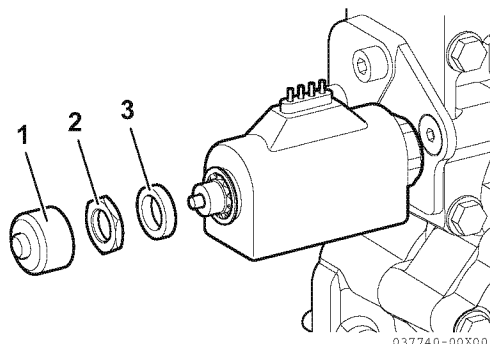

Figura 11
1. A motore(i) spento(i), togliere il tappo (1, **Figura 11**), il dado (2, **Figura 11**) e il collare (3, **Figura 11**).